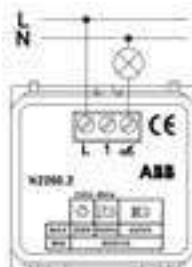
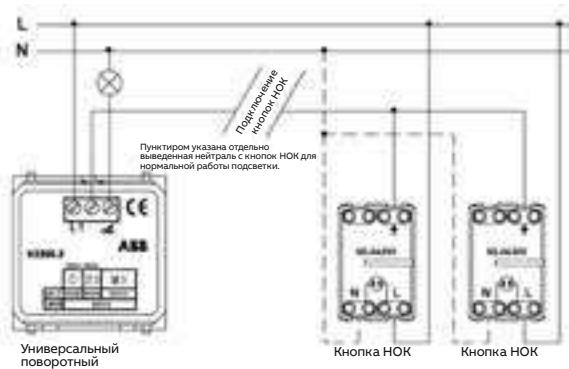

Рис. 1.
Рис. 2. Схема управления с нескольких мест.
При стандартной схеме управления (одна группа света, один светорегулятор), подключение изделия производится по рис. 1.
См. рис. 1.
См. рис. 2.
Подключение кнопок осуществляется обычным цельнотянутым медным проводом к клемме "1" светорегулятора, см. рис. 2.
- Подключите устройство в соответствии с приведенной схемой. См. рис. 1 и рис. 2.